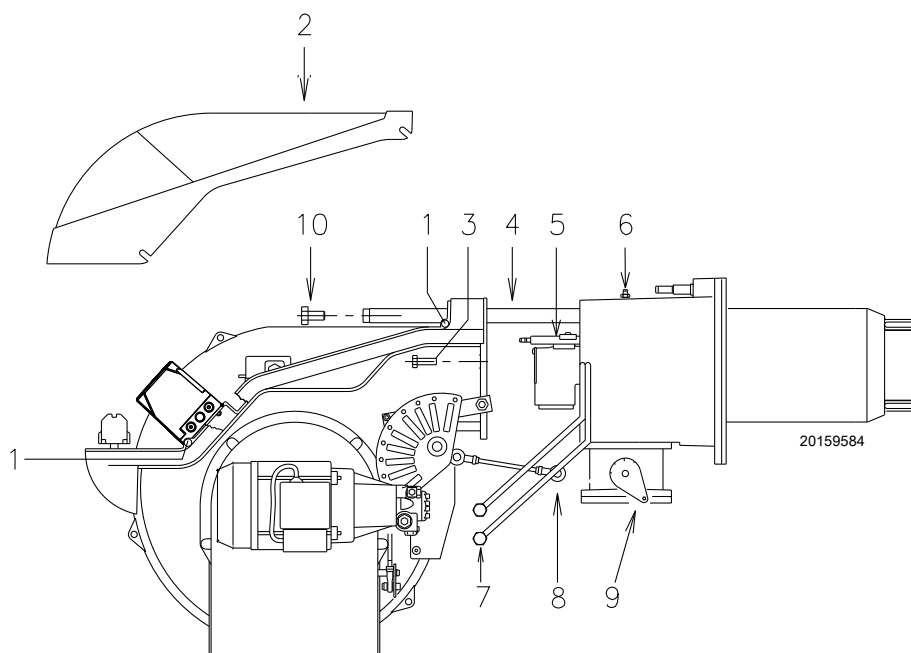

图 44
- ▶ 松开螺母 1)，取下保护罩 2) (图 44)。
- ▶ 断开轻油管 7) (图 44)。
- ▶ 拆下螺丝 3) ，将燃烧器沿滑轨 4) (图 44) 向后拉出约 100 mm。
- 此时，在拆下螺丝 6) (图 44) 后可以取出内部部件 5)。